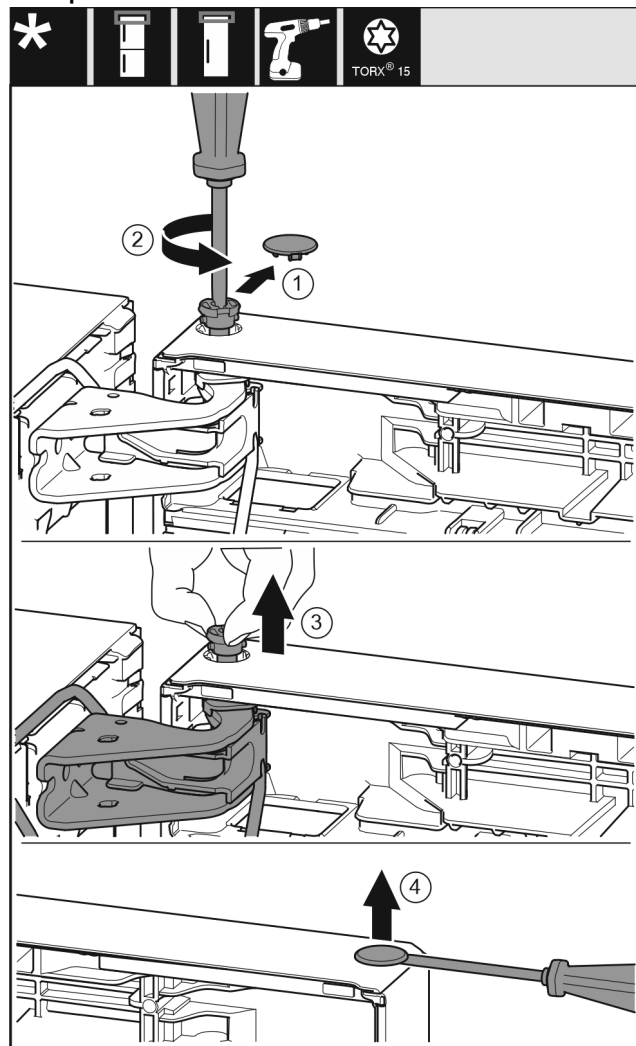

Fig. 22
- ▶ Previdno snemite varovalni pokrov. Fig. 22 (1)
- ▶ Sornik nekoliko izvijte z izvijačem T15. Fig. 22 (2)
- ▶ Držite vrata in s prsti izvlecite sornik. Fig. 22 (3)
- ▶ S ploščatim izvijačem previdno dvignite čep iz ležajne doze vrat in ga izvlecite. Fig. 22 (4)